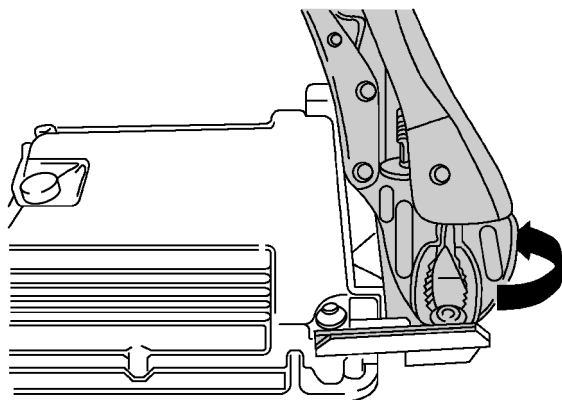

图 1-5-76 旋出保险螺栓
(11) 加热插接器侧保险螺栓的螺纹 25 ~ 30s。
(12) 用锁紧钳沿箭头方向将保险螺栓旋出, 如图 1-5-76 所示。
(13) 已旋入控制单元内的两个保险螺栓不需要加热即可旋出。
(14) 从控制单元插接器上拆下金属薄片锁止件。